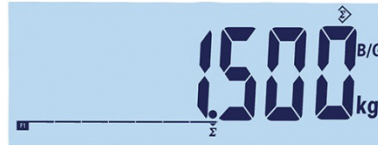

Figura 2-24: Símbolo de valor de coleta
1. Coloque o primeiro peso na plataforma, e pressione a tecla de função "acúmulo" Σ . Se o peso estável for detectado em dois segundos, o valor total será de 1,5 kg, e o número será 1 (Figura 2-24).